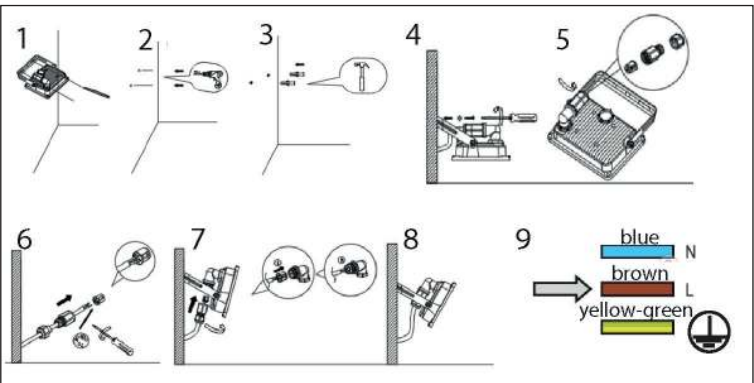

Fig. 2 : Mounting
5.1 Montage van de LED-buitenschijnwerper (fig. 2 - 4)
4. Boor de montagegaten met een geschikt gereedschap. Zie fig. 2 en 3.
5.1 Montering af LED udendørs projektør (Fig. 2 - 4)
- Bor monteringshullerne med et egnet værktøj. Se fig. 2 og 3.